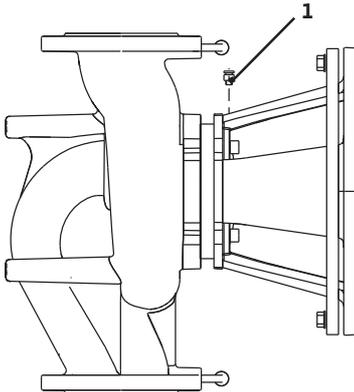

Fig. 40. Вентиляционный клапан
- Удалить воздух из насосов путем открытия вентиляционных клапанов (Fig. 40, поз. 1). Сухой ход разрушает скользящее торцевое уплотнение насоса. На дифференциальном датчике давления запрещается удалять воздух (опасность разрушения).